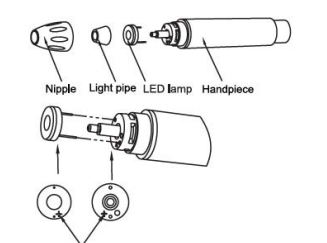

図4
- 6.3.1 オートクレープ処理の前に、減菌済みタオルまたは減菌済み袋を使用してハンドピース、ニップル、ライトパイプ、LEDランプを梱包し、冷却後に図4のように取り付けてください。
- 6.4.5 図4のように、ハンドピース、ニップル、ライトパイプ、LED ランプを取り外し、それぞれ個別に減菌してください。